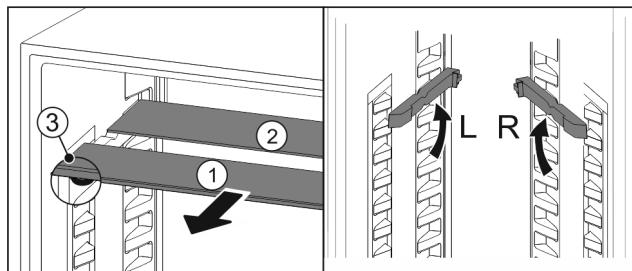

Fig. 92
- Издърпайте Fig. 92 (1) поотделно стъклените площи напред.
- Стъклената плоча Fig. 92 (1) с декоративната лайстна е отпред.
- Ограничителите Fig. 92 (3) сочат надолу.